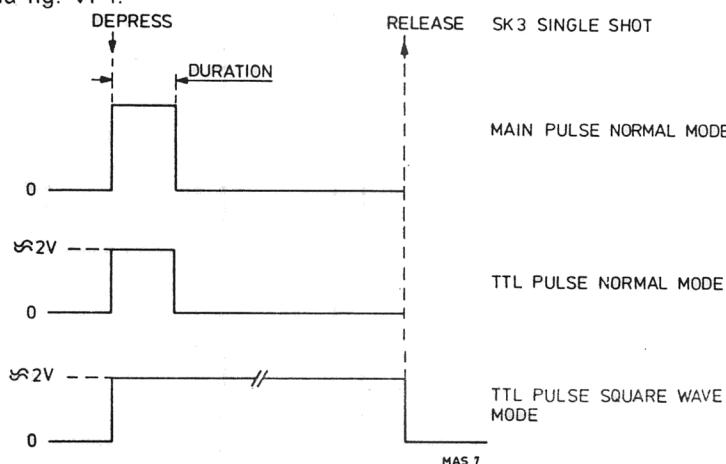

Fig. VI-4 : Monocoupe PM 5705
- Une seule impulsion similaire à la fig. VI-4 est maintenant engendrée. Sa durée, son amplitude, etc... sont réglées avec les organes de commande du panneau avant.
- Se référer à la fig. VI-4.